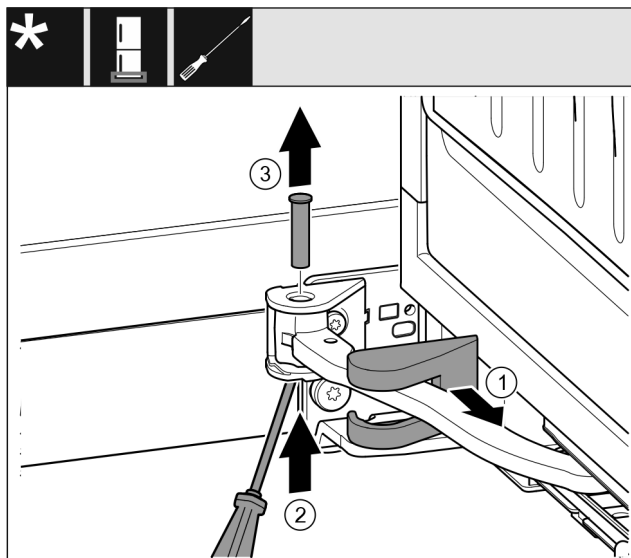

Fig. 14
- Hiqni kapakun mbulues të bazamentit mbështetës Fig. 14 (1) dhe zhvendoseni përgjatë krahut të menteshës.
- Ngrini lart bulonin Fig. 14 (2) me një kaçavidë nga poshtë.
- Nxirrni jashtë bulonin Fig. 14 (3) nga lart.